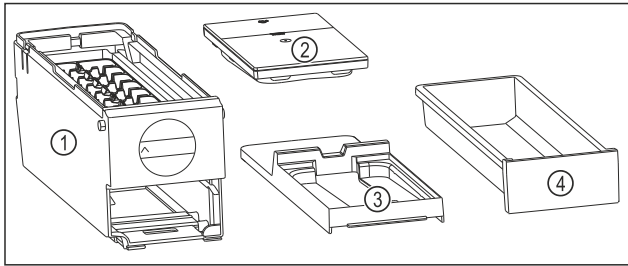

Fig. 112 Bestandteile des EasyTwist-Ice
- ▶ EasyTwist-Ice ist in vier Teile zerlegt. (siehe Fig. 112)
- ▶ EasyTwist-Ice nur in abgebildete Bestandteile zerlegen. (siehe Fig. 112)
- ▶ EasyTwist-Ice-Korpus Fig. 112 (1) als Ganzes reinigen.